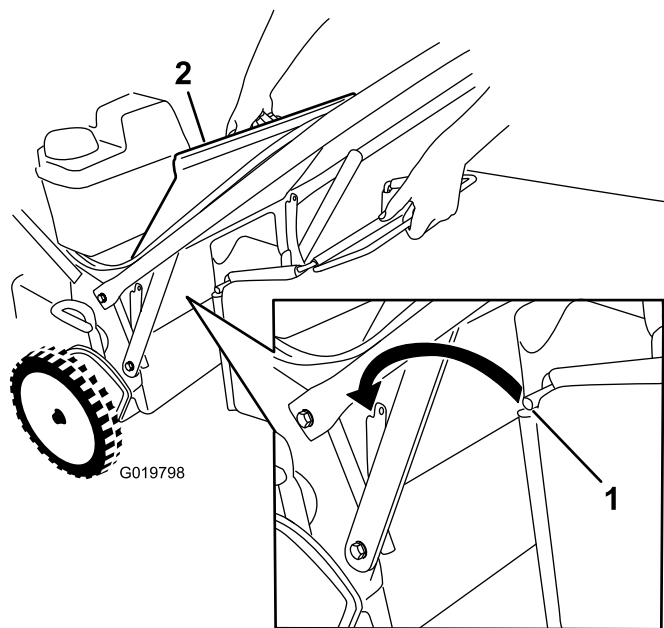

Figure 22
1. Soulevez le déflecteur arrière et maintenez-le dans cette position (Figure 22).
3. Placez la tige du bac dans les crans à la base du guidon et agitez le bac d'avant en arrière pour vous assurer que la tige est bien engagée au fond des deux crans; voir Figure 22.